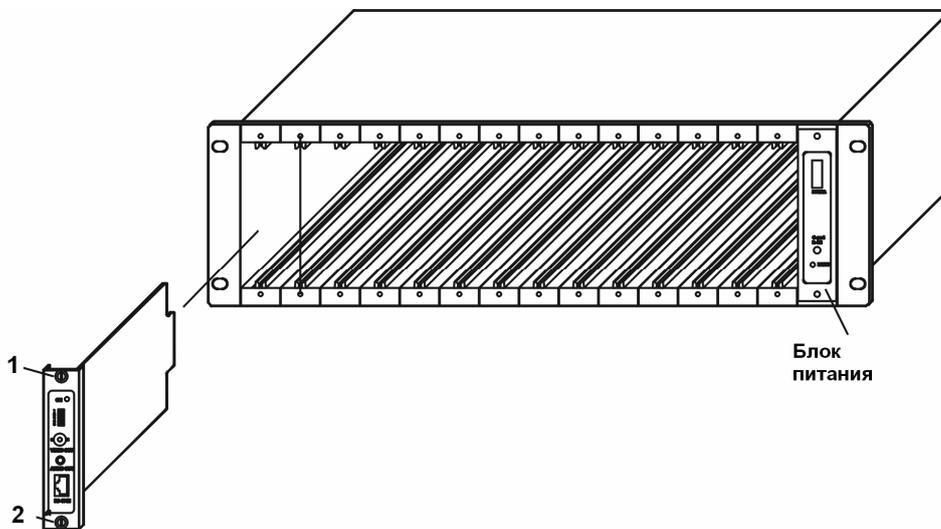

Рис.4 Установка в бокс TRN012
2. Зафиксируйте с помощью винтов 1 и 2 (рис. 4)